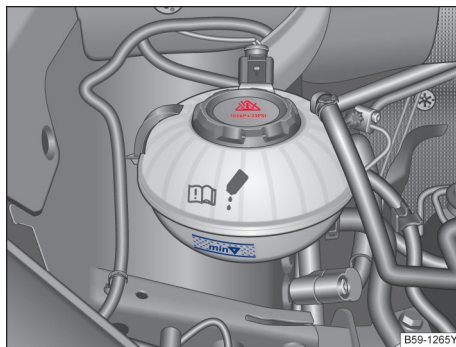

图 220 冷却液补偿容器上的液位标记
- 发动机处于冷态时检查冷却液液位是否处在膨胀罐侧面的标记范围内→ 图 220。